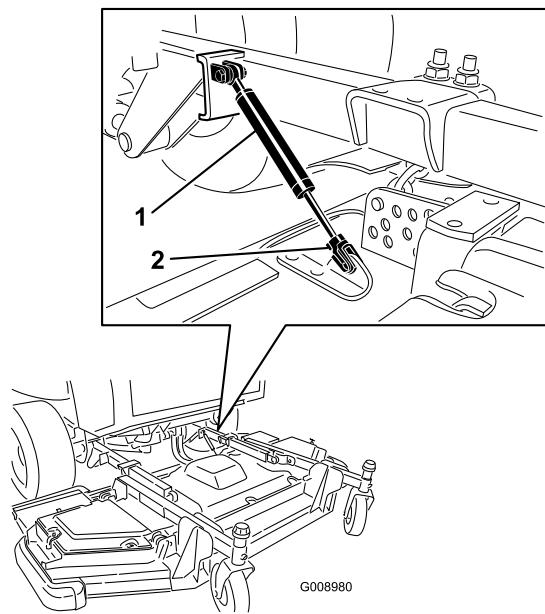

Figura 3
- Retire el clip de retención, y desconecte el amortiguador de la unidad de corte (Figura 3).
- Acerque el amortiguador al soporte de la unidad de corte. Instale el espaciador y el pasador elástico para fijar el amortiguador a la unidad de corte (Figura 3).